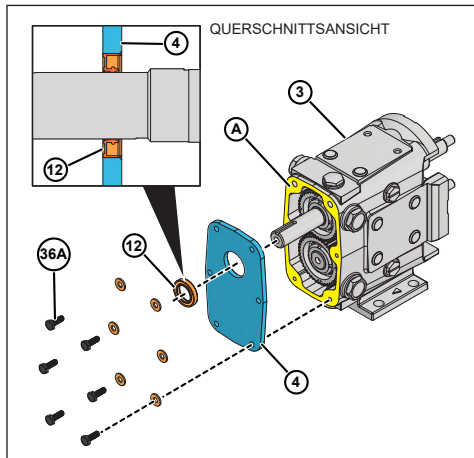

Abbildung 96 - Ausrichtung der Öldichtung
1. Schmieren Sie den Innenumfang einer neuen Öldichtung (12).
2. Drücken Sie die neue Öldichtung (Abbildung 96, Pos. 12) in den Getriebegehäusedeckel (Pos. 4), sodass sie bündig mit der Außenfläche ist. Die Feder zeigt nach innen.
3. Tragen Sie Silikondichtmittel (A) auf die Rückseite des Getriebegehäuses auf. (bei silikonfreien Modellen kann Gore-Tex®-Dichtungsband verwendet werden.) Bringen Sie das Band an der Innenseite der Schraubenbohrungen an. (Abbildung 96, Pos. A).